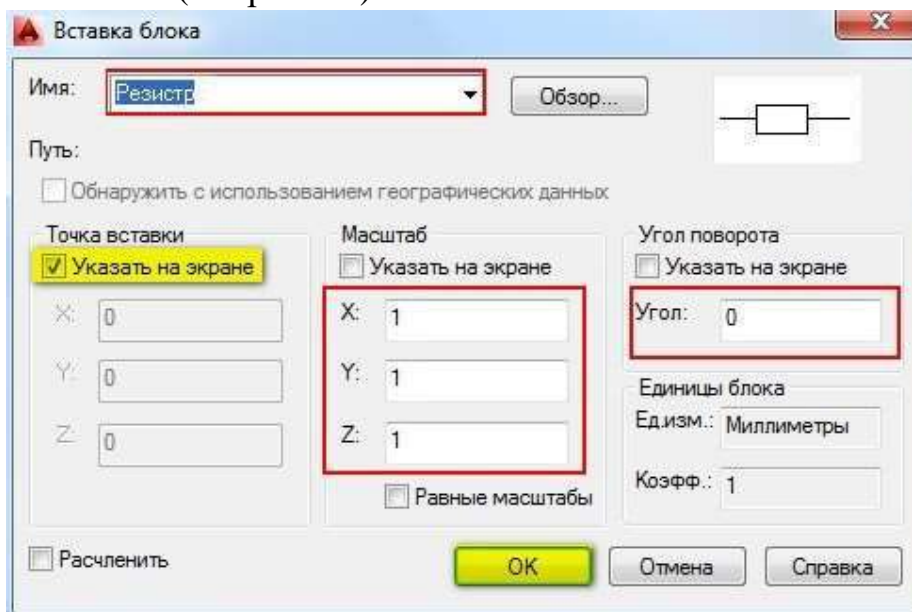

Рисунок 76- Диалоговое окно «Вставка блока» в Автокаде.
- указать точку вставки, масштабный коэффициент и угол поворота. Точку вставки лучше указывать непосредственно на чертеже. Для этого нужно установить опцию «Указать на экране». Для других параметров можно ввести конкретные значения (см. рис.76 ).